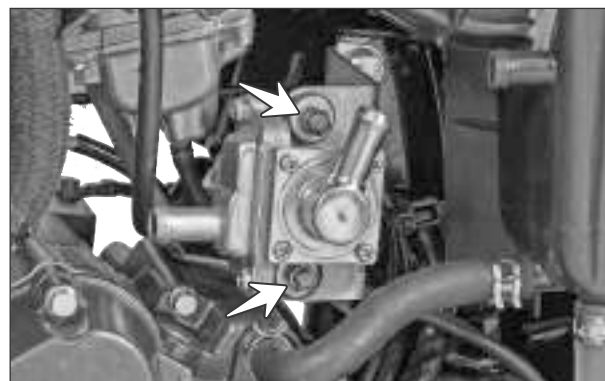

Fig. 4.37
- Retire el perno hexagonal (M6x30 -. 2 nos) de montaje de la válvula de inyección de aire secundario y sacar la válvula junto con las arandelas perforadas (2 nos.). (Fig. 4.37)